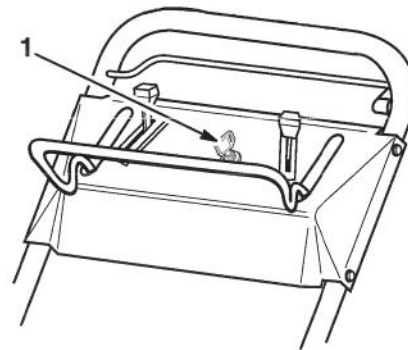

Figure 7
3. Insérer la clé dans la serrure de contact située sur le panneau de commande lorsque vous êtes prêt à faire démarrer le moteur (Fig. 7).